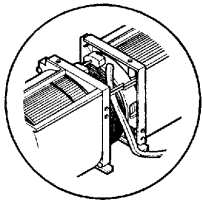

Figure 14
4. Poser à nouveau le fil du ventilateur. Voir la figure 14.